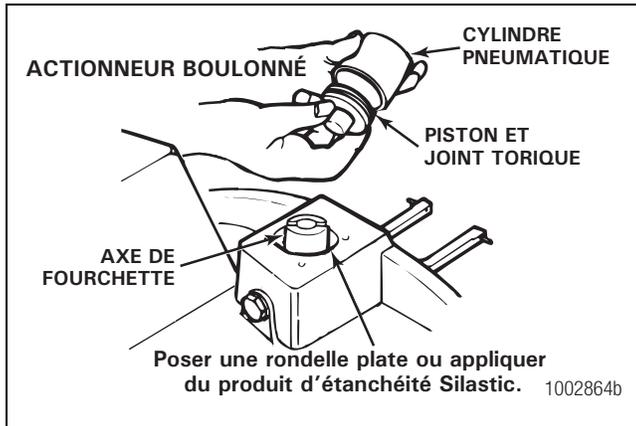

Figure 6.11
- Poser une rondelle plate, le cas échéant, ou appliquer du produit d'étanchéité Silastic (numéro de pièce Meritor 1199-Q-2981) au fond de l'alésage du cylindre. Figure 6.11.
8. Poser le joint torique dans la rainure du piston. Enduire le joint torique d'huile à engrenages. Insérer le piston dans le cylindre pneumatique. Figure 6.11.